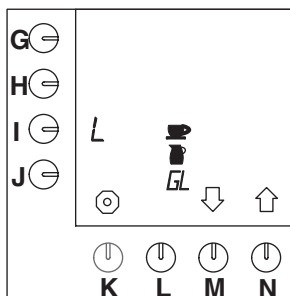

Fig. 21 Te kiezen eenheden
- Uit de volgende eenheden kan geselecteerd worden: Liter= L, Gallon= G (3.7853L), Kan, Kopje (fig. 21).